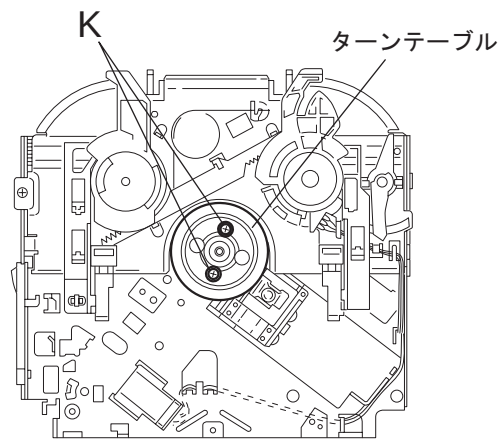

図39
■ターンテーブル / スピンドルモーターの外し方（図39, 40参照）